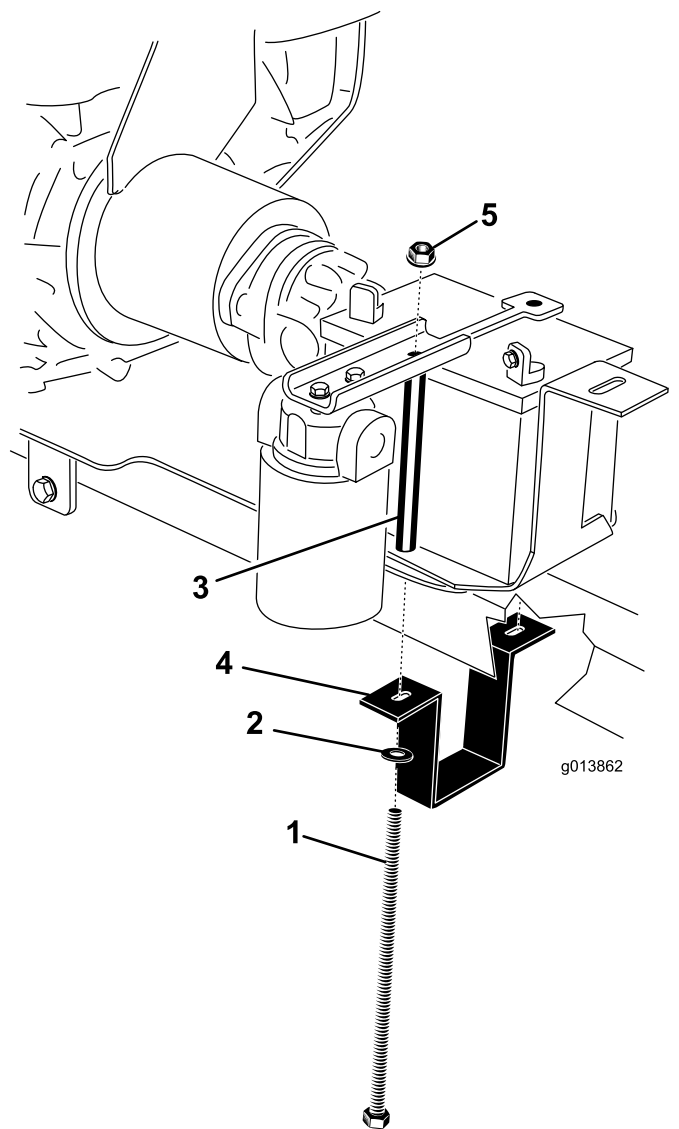

Figura 8
1. Barra del enganche 2. Perno de montaje (2)
11. Coloque la batería en la bandeja, posicionando los bornes según se indica en Figura 8.
12. Coloque la pletina de sujeción de la batería en la batería (Figura 8).
13. Sujete el soporte de montaje de la batería alrededor de la parte inferior de la barra de enganche (Figura 8).
14. En el lado derecho, instale un perno de la batería a través de la arandela, el soporte de montaje de la batería, la placa de montaje del motor, la bandeja de la batería, el espaciador del perno de la batería y la sujeción. Instale provisionalmente una tuerca con arandela prensada (Figura 8).
15. En el lado izquierdo, instale un perno de la batería a través de la arandela, el soporte de montaje de la batería, la placa de montaje del motor, la bandeja de la batería, el espaciador del perno de la batería y la sujeción. Instale provisionalmente una tuerca con arandela prensada (Figura 8).